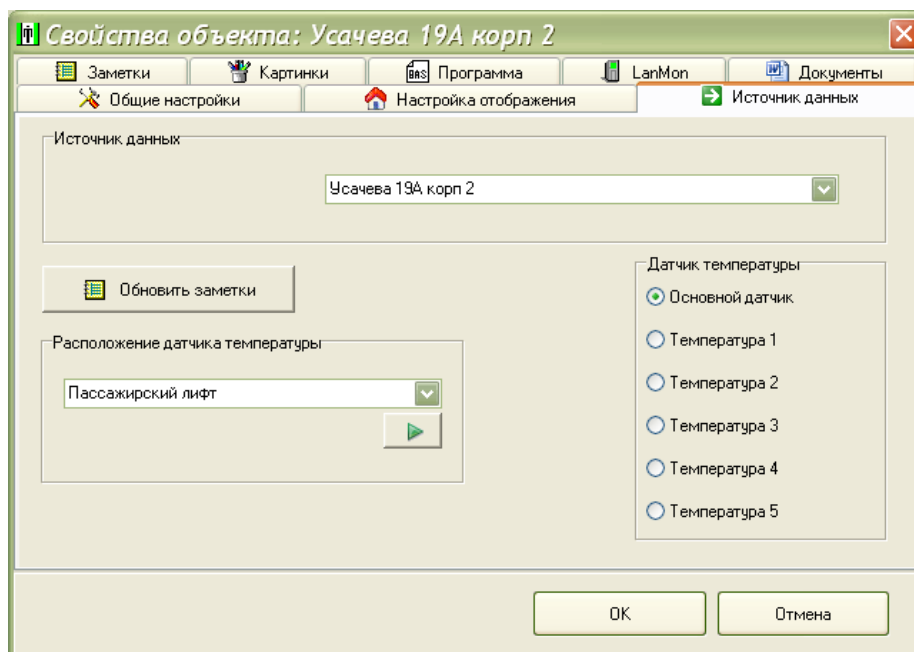

Рисунок 40
3) На вкладке «Источник данных» выбрать из списка источник данных, т.е. блок БДК-Л-3М2, БДК-Л-4М2, к которому подключен этот датчик температуры и выбрать звуковой wav-файл места установки датчика, например, пассажирский лифт, в зависимости от того, где установлен датчик (рисунок 40). Выбрать «Основной датчик», если к лифтовому блоку диспетчерского контроля подключен ДТ.